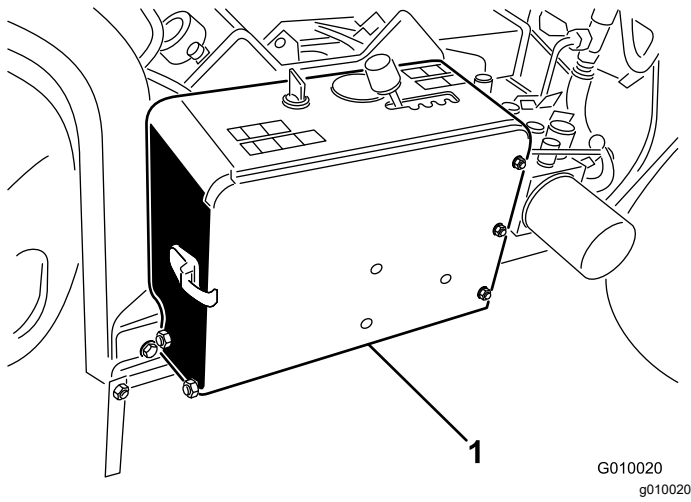

Figura 5
2. Retire la batería de su compartimento (Figura 5).